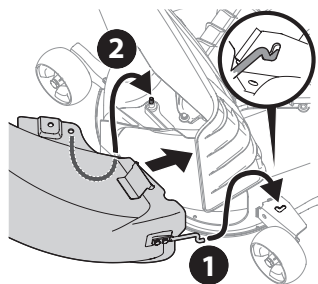

Figura 25
4. Inserte el extremo del codo del bota (1) en el orificio suministrado en el montaje de rueda de la plataforma tal como se muestra en el recuadro de la Figura 25.
5. Gire la bota hacia atrás hasta que el orificio del bota se alinee con el pasador del adaptador de plataforma. Mueva la bota hacia abajo hacia ese pasador como se muestra en (2) de la Figura 25.